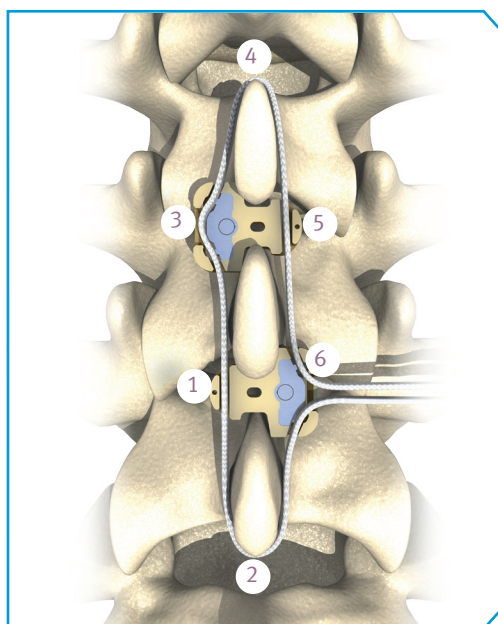

Fig. 30
También puede emplearse una única banda para los dos Espaciadores *UniWallis* (fig. 30). En este caso, la banda se pasa a través de la parte pequeña de uno de los espaciadores (1). Una extremidad de la banda se pasa alrededor de la apófisis espinosa en un extremo (2). La segunda extremidad se pasa junto a la apófisis espinosa central, a través de ambas aberturas del sistema de fijación del segundo espaciador (3), en torno a la tercera apófisis espinosa (4), a través del lado pequeño del segundo espaciador (5) y, por último, en el sistema de fijación del primer Espaciador *UniWallis* (6). Es importante que apretar los dos tornillos de bloqueo de los dos Espaciadores *UniWallis*.